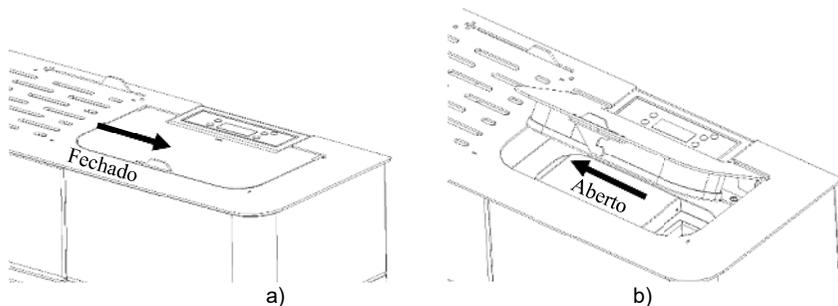

Figura 113 - Abertura da tampa
a) Abra a tampa do depósito de *pellets*, deslocando o fecho lateralmente e levantando a tampa, Figura 113.